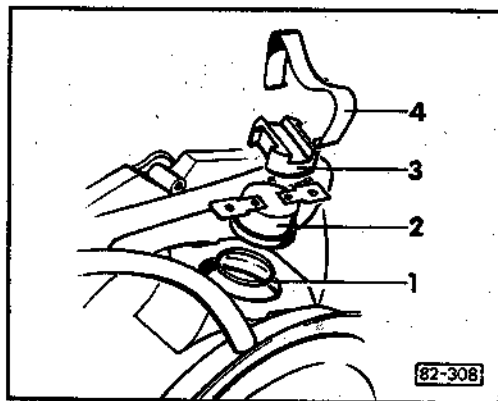

Abb. 2 Brennwächter – F16
- ersetzen, Funktion prüfen – Abb. 2